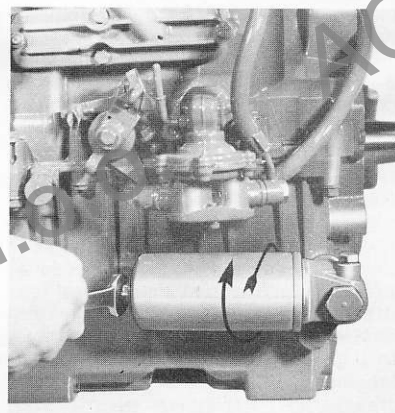

Fig. 7
- 4) Ogni 200 ore di funzionamento sostituire la cartuccia filtro olio. (Fig. 7).